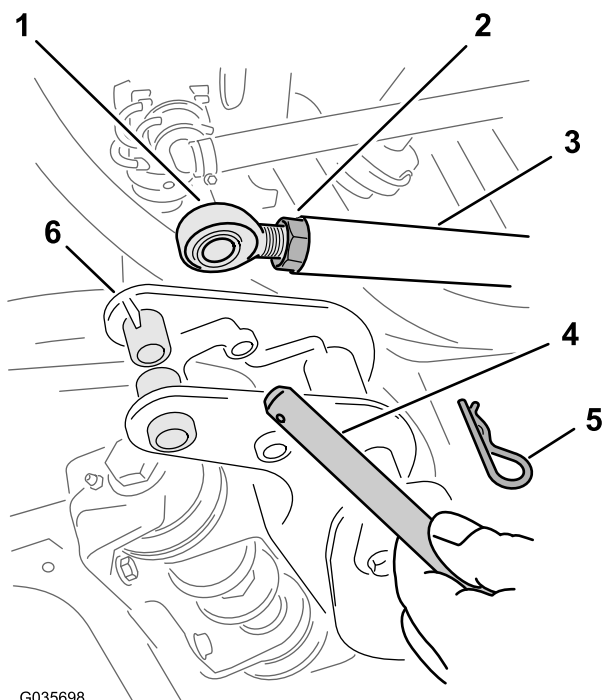

Figure 7
2. Sur les supports de pivot des sections extérieures des rampes, retirez la goupille fendue et l'axe de chape qui fixent l'extrémité de la tige du vérin de levage au support de pivot (Figure 7).
5. Desserrez les écrous de blocage du côté tige de chaque vérin de levage (Figure 7)
6. Ajustez l'extrémité des tiges des vérins jusqu'à ce que le trou au bout des tiges soit en face du trou des supports de pivot pour les sections de rampe (Figure 7).
8. Fixez les axes de chape sur les supports de pivot à l'aide des goupilles fendues (Figure 7) que vous avez déposées à l'opération 2.
9. Serrez l'écrou de blocage à la main sur chaque tige jusqu'à ce qu'il soit bien serré (Figure 7).